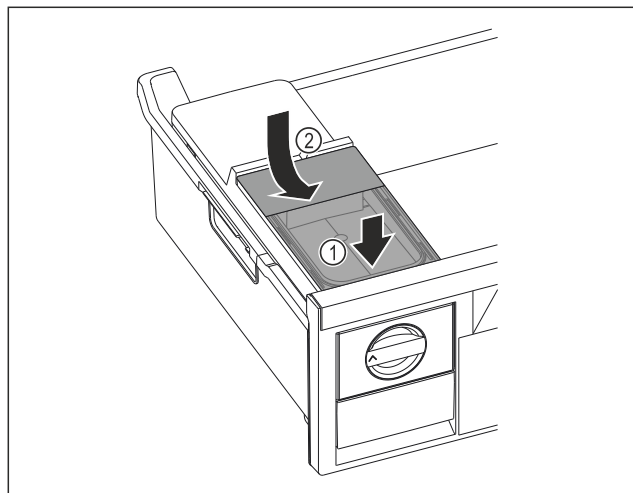

Fig. 104
- ▶ Установите бак для воды спереди. Fig. 104 (1)
- ▶ Опустить бак для воды сзади. Fig. 104 (2)